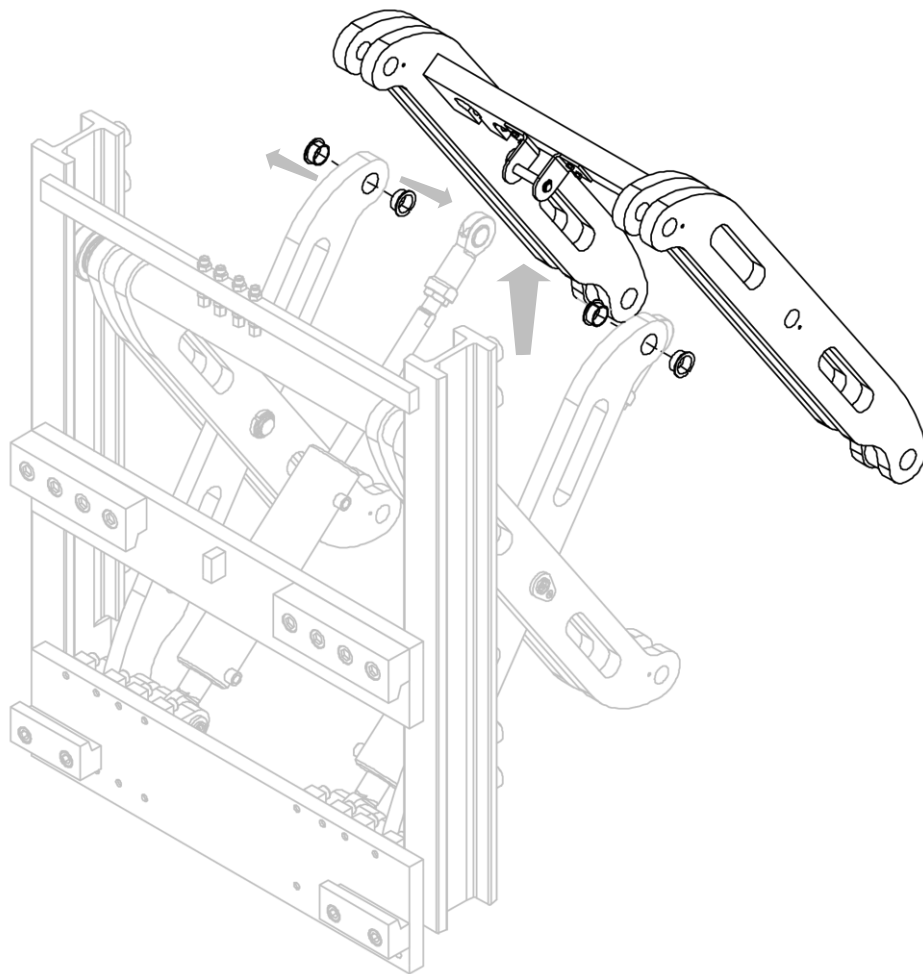

Figura 13
6. Retirar el par de brazos del implemento, con los casquillos de oscilación relativa (mira *Figura 13*).